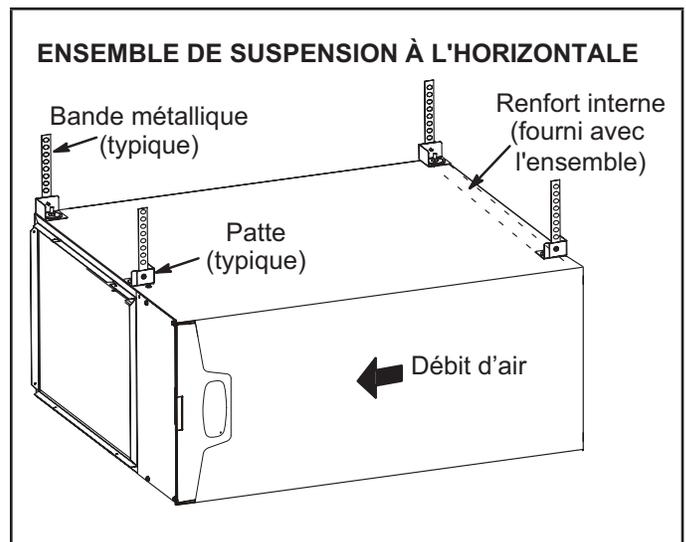

**FIGURE 17**
Le EL195UHNE peut être installé à l'horizontale avec refoulement de l'air à droite ou à gauche. Voir la « FIGURE 17 » pour les dégagements prescrits pour les configurations horizontales
- 1 - Sélectionner l'emplacement de l'unité en tenant compte des dégagements d'entretien et des autres dégagements nécessaires. Voir « FIGURE 17 ».